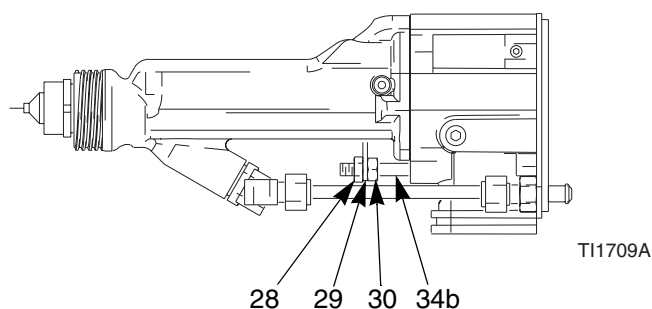

Fig. 25. Brazo del actuador
2. Desmonte el cabezal de aire, página 34. Desmonte la carcasa (2).
3. Saque la contratuerca (28), el brazo del actuador (29), y la tuerca de ajuste (30). Vea Fig. 25.
1. Instale la tuerca de ajuste (30), el brazo del actuador (29), y la contratuerca (28) en el eje del pistón (34b). Observe que la contratuerca (28) tiene una parte hexagonal ligeramente mayor y un perfil más delgado que la tuerca de ajuste (30). Vea Fig. 25 en la página 38.